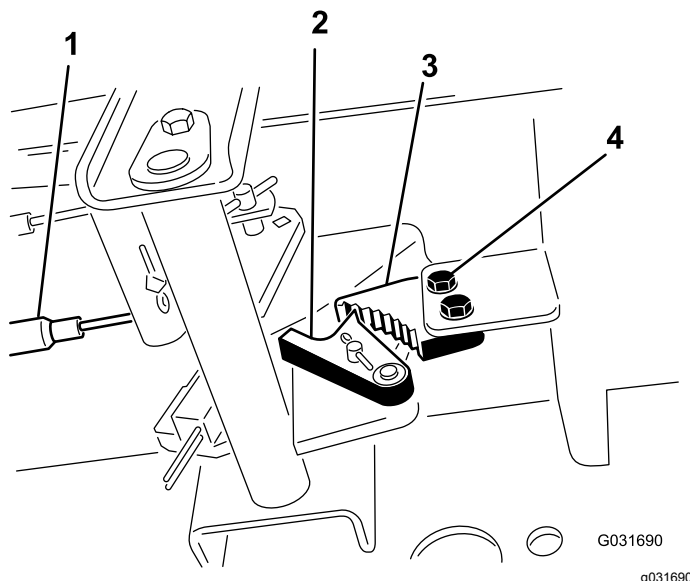

Figura 72
1. Allentate le 2 viti che fissano il nottolino del freno di stazionamento al telaio (Figura 72).
2. Premete in avanti il pedale del freno di stazionamento finché il fermo non s'innesta completamente nel nottolino del freno (Figura 72).